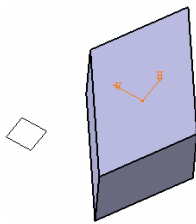

图 2-13
⑦ 使用重心 (Baycenter) 模式时, 草图原点是用户所选择的平面图形的重心投影到草图平面生成的, 如图 2-13 所示。